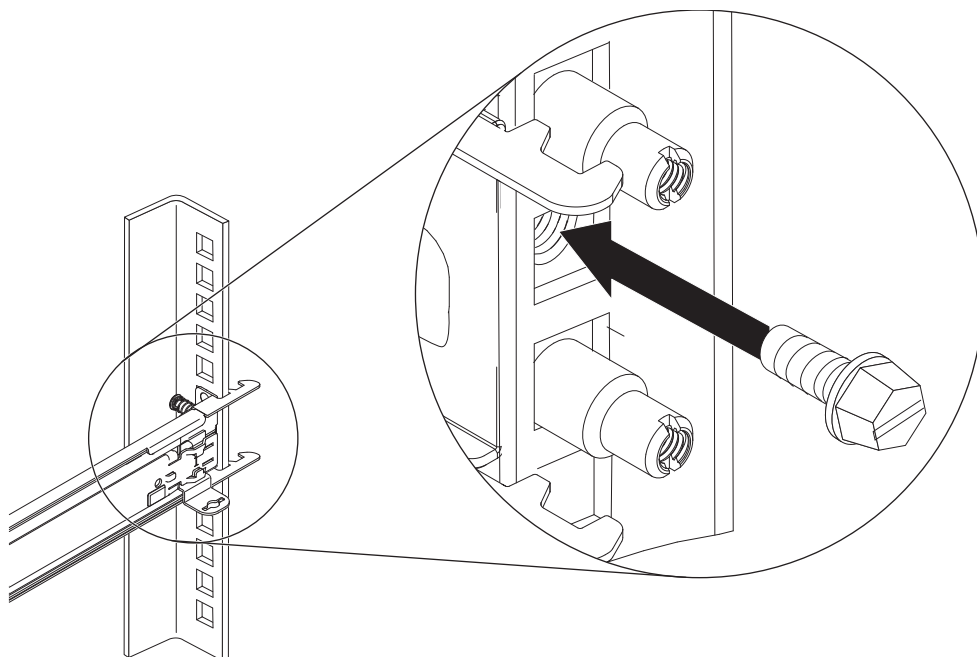

図 27. 配送に備えたケーブル・マネジメント・アームとノードの固定
8. オプション: 33 ページの図 27 に示すように、配送に備えてケーブル・マネジメント・アームおよびノードをラック内に固定します。